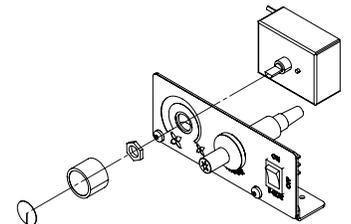

Figure 2: Fan Controller Montage
3. Installez le contrôleur de ventilateur dans le panneau de contrôle comme le montre la figure 2. Utilisez l'écrou de retenue pour fixer le contrôleur. Remarque: les piqûres de noix dans l'arbre de contrôleur sans fils.